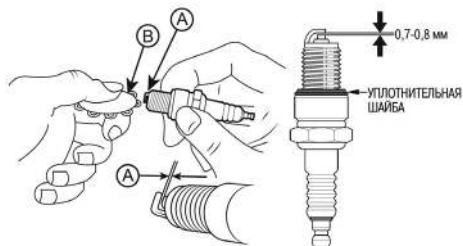

Рис. 16. Проверка межэлектродного зазора
4. Измерьте зазор А между электродами свечи зажигания специальным щупом В. Зазор должен быть 0,7-0,8 мм (Рис. 16). При увеличении или уменьшении требуемого зазора, рекомендуется заменить свечу, так как регулировка зазора может привести к изменению качества искрообразования.